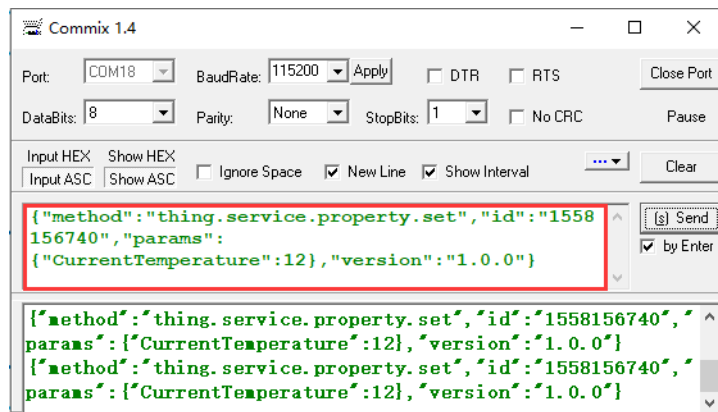

图 14-14 串口端发送数据界面
(5) 串口端向上发送数据，发送温度参数 12 摄氏度，如图 14-14 所示；